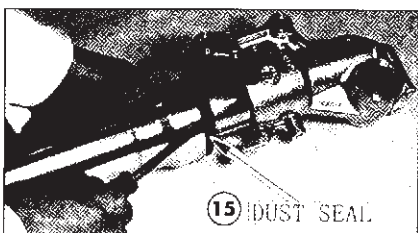

Fig. 6
7) Remueva el elemento de bombeo y el manguito de centrage con el tubo exterior (Fig. 6).